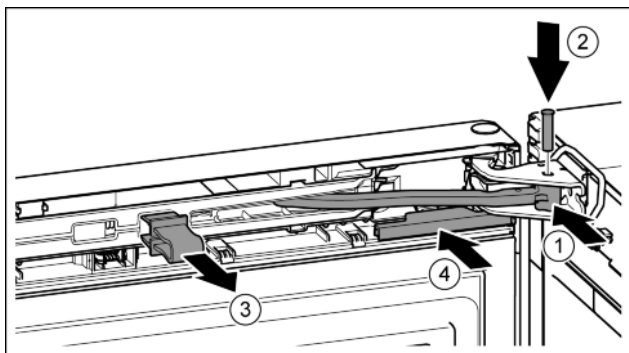

Fig. 21
- ▶ Przegub obrócić w płytce zawiasu. Fig. 21 (1)
- ▶ Sworzeń umieścić w płytce zawiasu i przegubie. Przy tym zwrócić uwagę, aby krzywka zatraskowa została prawidłowo umieszczona w rowku. Fig. 21 (2)
- ▶ Zdjąć zabezpieczenie. Fig. 21 (3)
- ▶ Wsunąć osłonę. Fig. 21 (4)